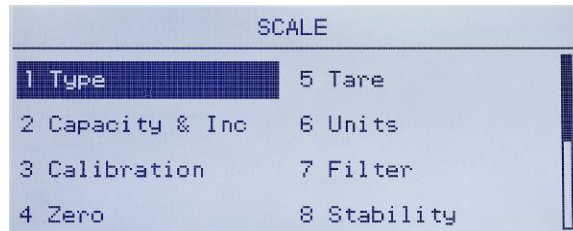

Abbildung 3-22: Setup-Menü „Waage“, erste Seite
2. Während sich „Waage“ im Fokus befindet, drücken Sie auf die EINGABE-Taste oder auf die 1 auf dem numerischen Tastenfeld, um die Tastaturkürzelmethode zu verwenden. In Abbildung 3-22 ist die erste Auswahl der Unterzweige für „Waage“ dargestellt.